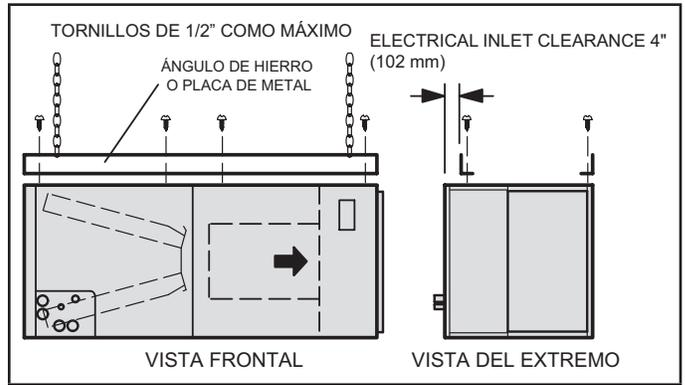

IMAGEN 3. Suspensión de la unidad de forma horizontal
- 4 - Si la unidad se encuentra suspendida, debe haber un apoyo para todo el gabinete. Si utiliza una cadena o una correa, emplee un ángulo de hierro o una placa metálica conectada a la unidad (ya sea encima o debajo) para apoyar todo el gabinete. Utilice tornillos de fijación de un largo no mayor a 13 mm (1/2 ") para evitar dañar la bobina o filtro, tal como se ilustra en la Imagen 3. Utilice tornillos para placas metálicas para conectar las cámaras de retorno y suministro de aire, según sea necesario.
- 14 - Si la unidad se suspende, debe haber un apoyo para todo el gabinete. Si se utiliza una cadena o una correa, emplee un ángulo de hierro o una placa metálica conectada a la unidad (ya sea encima o debajo), de modo que todo el gabinete se pueda apoyar. Utilice tornillos de fijación de un largo no mayor a 13 mm (1/2") para evitar dañar la bobina o filtro, tal como se ilustra en la Imagen 3 de la página 5. Conecte las cámaras de retorno y suministro de aire según corresponda con el uso de tornillos para placas de metal.